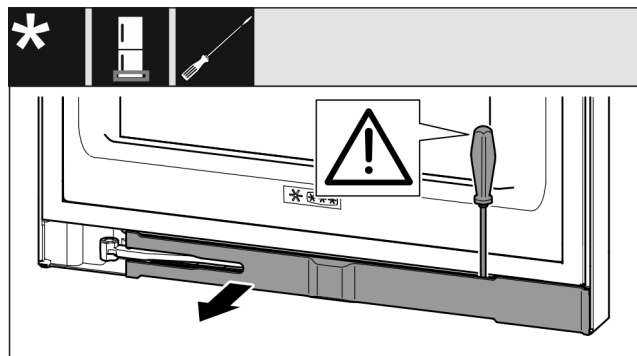

Fig. 15
- При помощи шлицевой отвертки отцепите накладку и отведите ее в сторону. (см. Fig. 15)